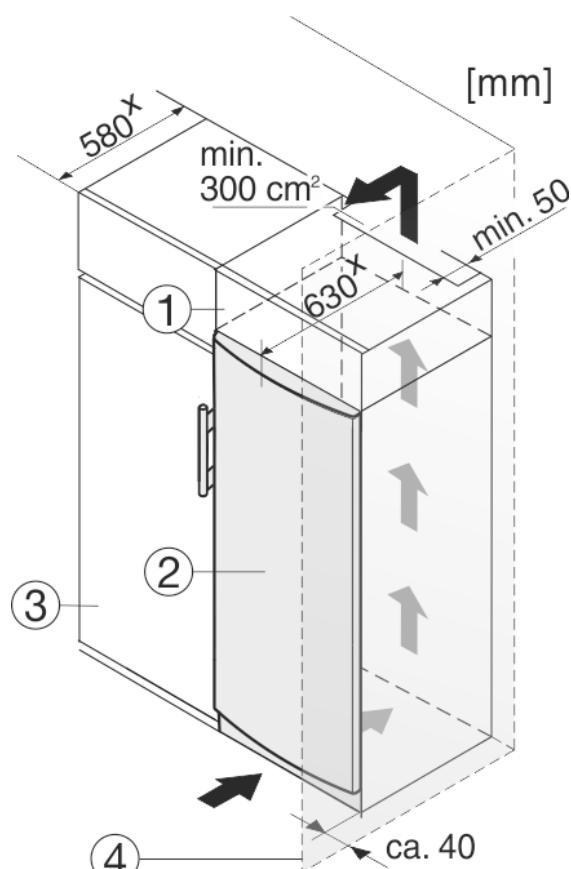

Fig. 9
Устройство может быть окружено кухонными шкафами. Чтобы уравнять устройство Fig. 9 (2) по высоте с кухонной стенкой, можно установить над устройством дополнительный шкафчик Fig. 9 (1).
При комбинировании с кухонными шкафами (глубина макс. 580 мм) устройство можно установить непосредственно рядом с кухонным шкафом Fig. 9 (3). Устройство выступает сбоку на 34 мм × и по центру на 50 мм × относительно передней стенки кухонного шкафа.
Если устройство установлено на шарнирах у стены Fig. 9 (4), то расстояние между устройством и стеной должно быть не менее 40 мм. Настолько выступает ручка при открытой дверце.